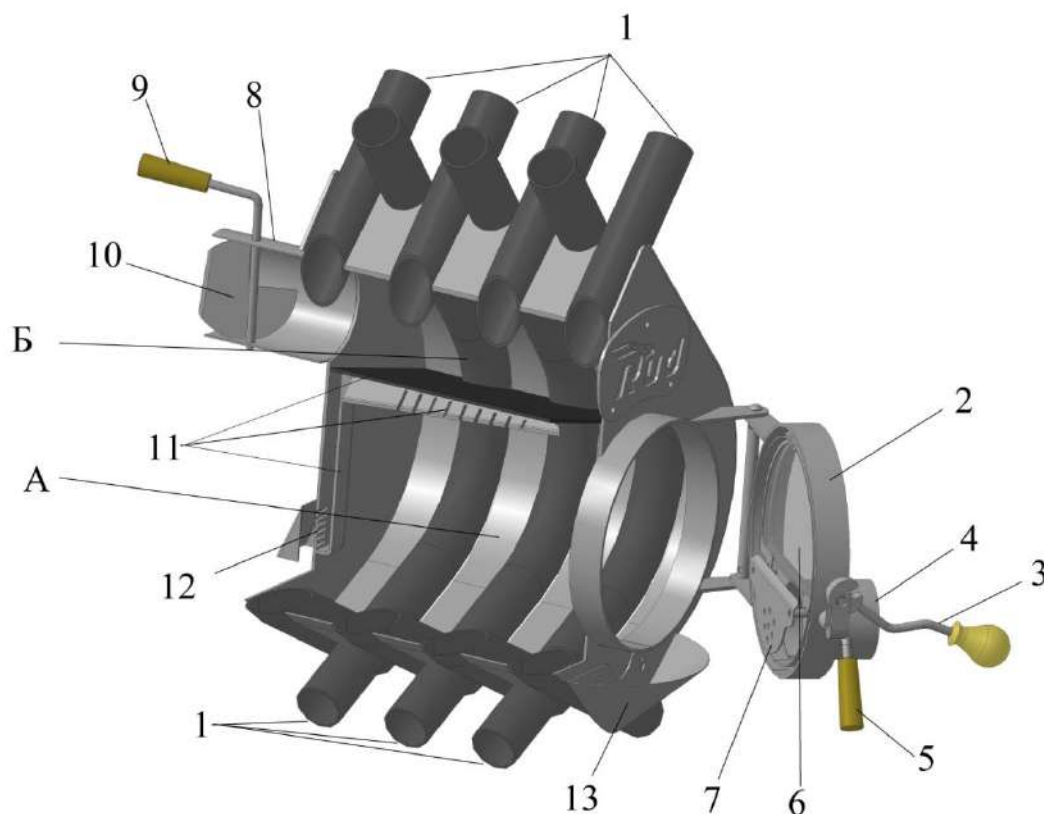

Рис. 1
3.1 Печь отопительная конвекционная на твердом топливе выполнена в соответствии с ДСТУ 3075-95 (ГОСТ 9817-95), ДСТУ EN 13240:2009, ТУ У 28.2-38198149-002:2014 и представляет собой двухкамерный отопительный аппарат, в котором методом тлеющего горения происходит сжигание топлива. Состав и устройство печи отопительной конвекционной представлено на рис.1